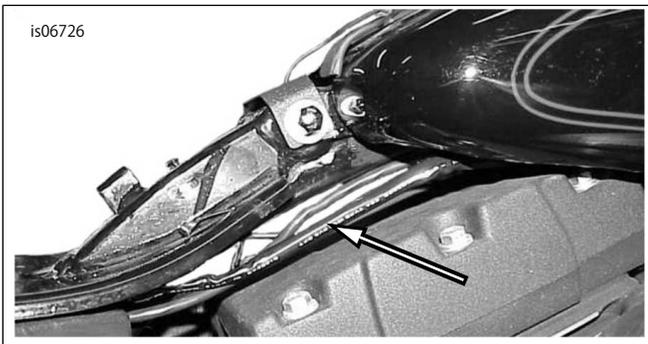

図31。ヘッドランプへのトランスミッターワイヤーの取り回し(Dyna)
1. 「図31」を参照してください。キットのケーブルストラップを使って、残りのトランスミッターワイヤー(白)とコンジットをヘッドランプに繋がっている車両のワイヤーに固定します。フェューエルタンクを持ち上げます。タンクの下に、ヘッドランプに向かってワイヤーを送ります。